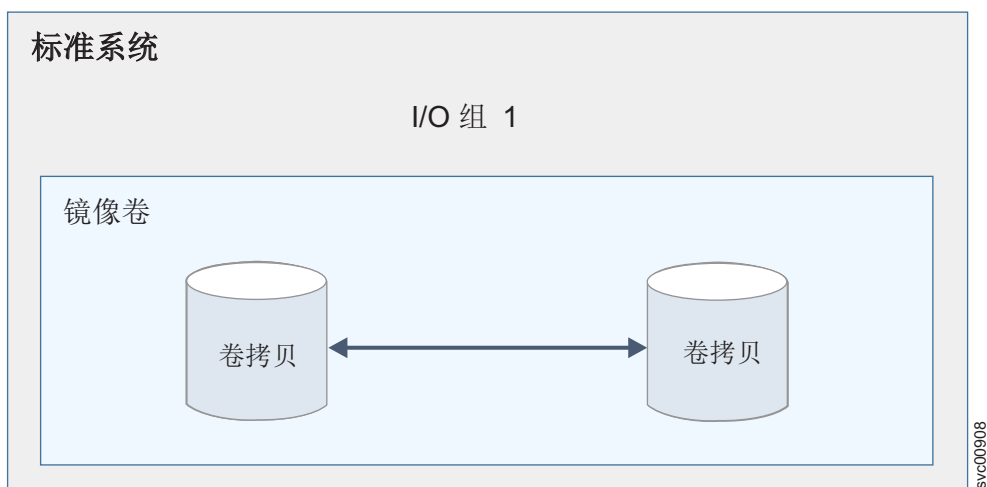

图 4. 镜像卷的示例
- 镜像卷，其中卷拷贝可以在同一存储池中或不同存储池中。如图 4所示，卷在单个 I/O 组中进行高速缓存。通常，在标准系统拓扑中建立镜像卷。